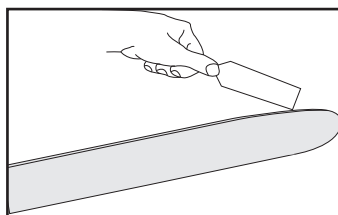

Fig. 40
4. Elimină murdăria acumulată în canelura lamei de ghidare (2) folosind un șpaclu din plastic (nefurnizat) (Fig. 40).